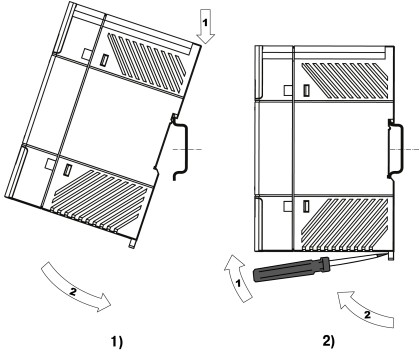

Рисунок 4 – Монтаж (1) и демонтаж (2) прибора
3. С усилием придавить прибор к DIN-рейке в направлении, показанном стрелкой, до фиксации защелки (см. рисунок 4).
Для демонтажа прибора следует (см. рисунок 4):